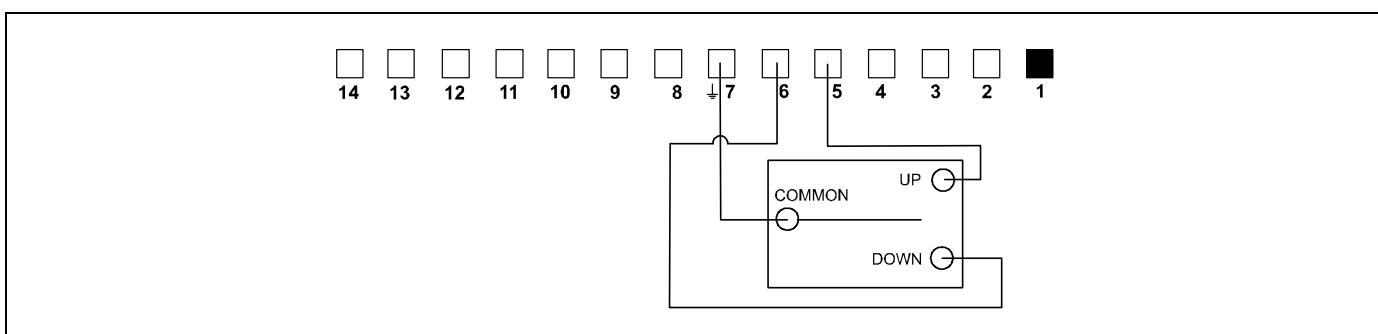

рис. 31
1. Подключите общий провод от переключателя к клемме 7. (см. рис. 31)